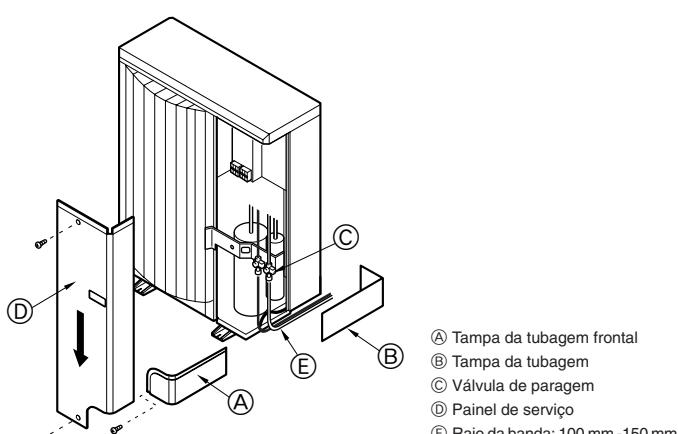
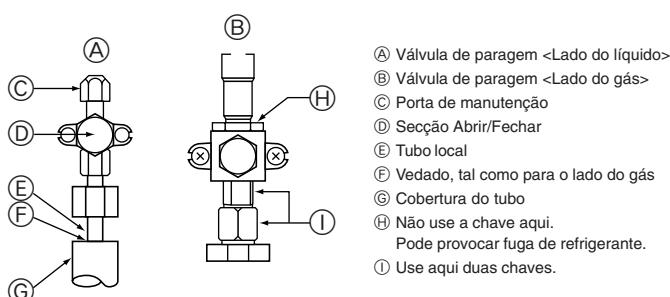

Fig. 4-2
Fig. 4-3
4.3. Tubagem de refrigerante (Fig. 4-2), (Fig. 4-3)